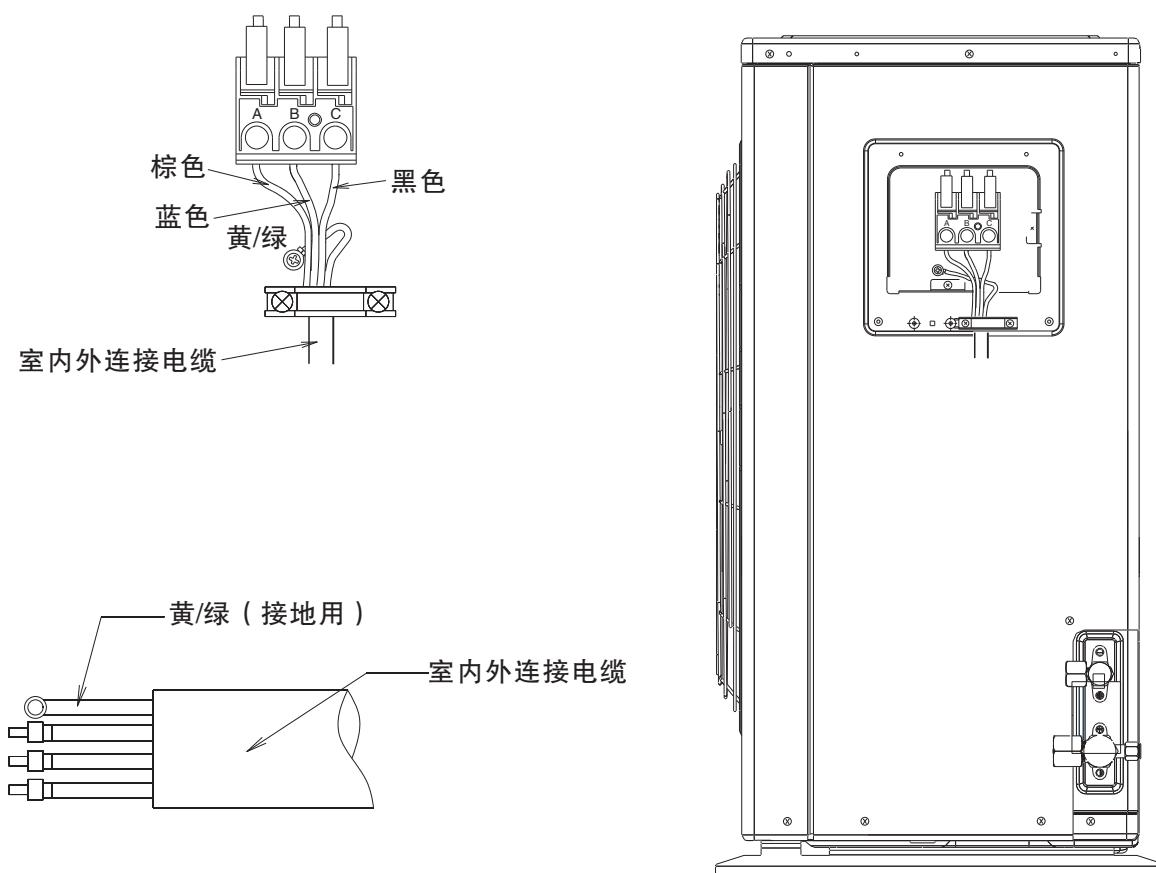

图16
- (1) 把连接电缆按电气接线图所示正确地牢固连接。(图16)(紧固力矩8~15kgf·cm)
- (2) 用电线压板将连接电缆压住后用螺钉紧固。
- (3) 必须将黄/绿线接至带有“”标志的端子上。